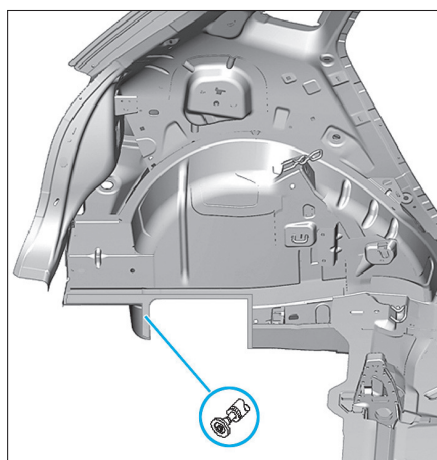

FIG. 130
- Retirer les morceaux de tôle restants (Fig.130).